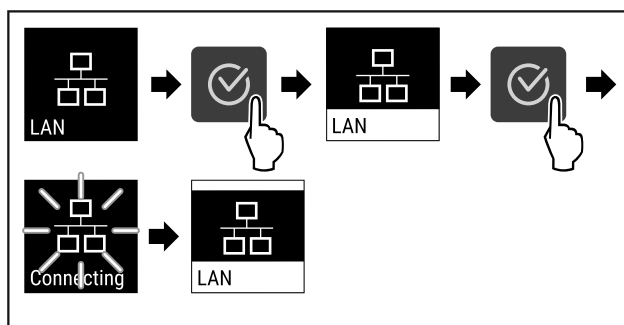

Fig. 91
- ▶ Obavite korake postupka (pogledajte Fig. 91) .